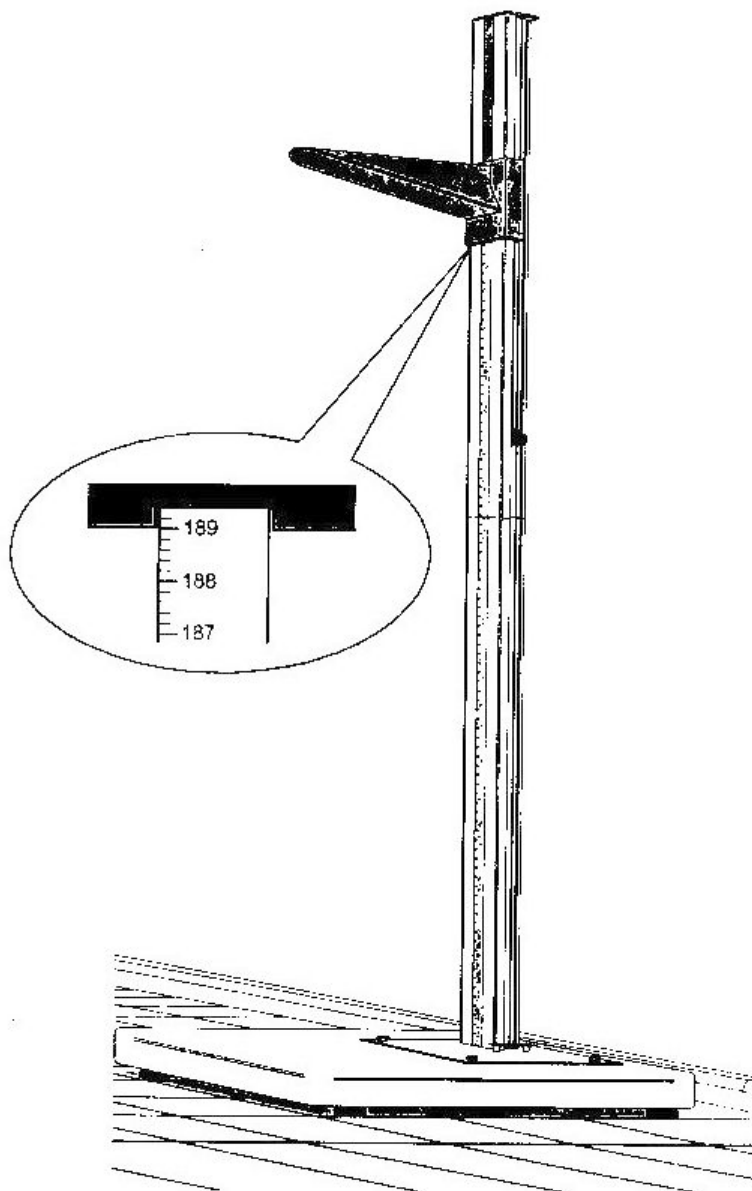

Рис. 1
2.4.2. Установите пациента на платформу 3, затем опустите мерную планку 2 до касания ее средней части с поверхностью головы пациента и отпустите рычаг фиксации 8. Отчет показаний измерения осуществляется по нижней грани ползуна (см. рис. 1).